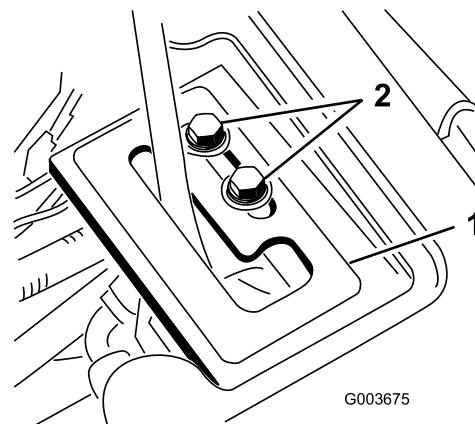

图 25
1. 将杆导向板插到提升杆上用 2 个凸缘头螺丝和垫圈将其松动地固定到机架上 图 25。
7. 发动机运行且提升杆处于**浮动位置**时滑动杆导向板直至提升油缸可以用手拉出和放回图 25。
8. 拧紧两个提升杆导向板安装螺丝固定调节图 25。